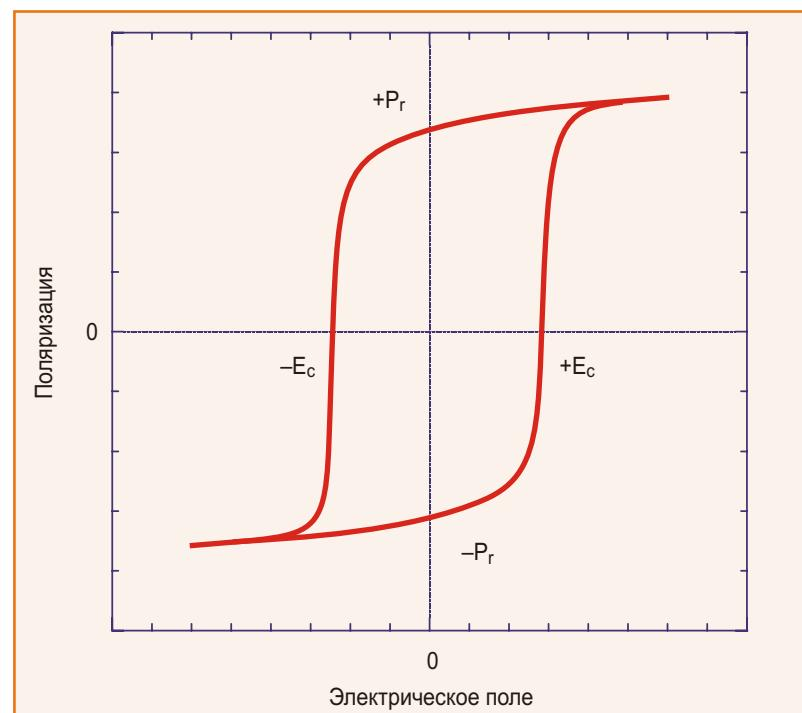
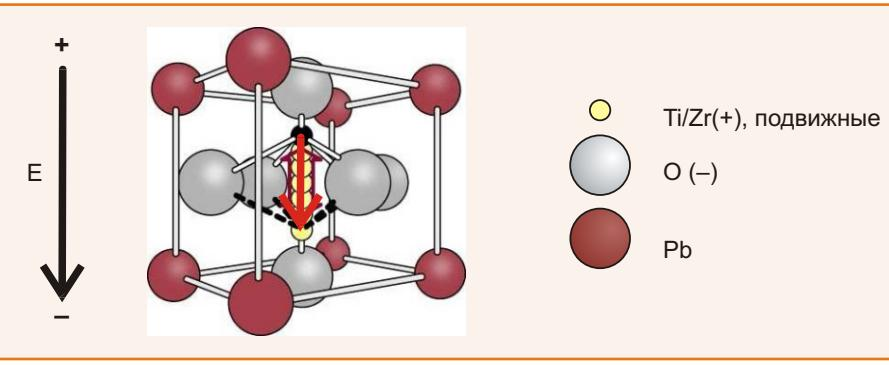

Рисунок 1. Петля гистерезиса сегнетоэлектрика.
Рисунок 2. Кристаллическая решетка цирконата-титана свинца.
Происхождение термина связано со сходством петли гистерезиса сегнетоэлектрика (Рисунок 1) с петлей магнитного гистерезиса железа. Однако, в отличие от последнего, гистерезис FRAM обусловлен электрическими диполями, образованными атомами циркония (Zr) и кислорода (O) в керамическом кристалле цирконата-титана свинца, используемом для изготовления FRAM (Рисунок 2).
Приложенное электрическое поле (E) может поляризовать материал, «передвигая» атомы циркония в кристаллической решетке. Но для перемещения атомов циркония с одной стороны атома кислорода (в нашем примере сверху) в другую (вниз), необходимо преодолеть барьер, образованный атомами кислорода (O). Таким образом, по мере увеличения напряженности поля, атомы циркония постепенно приближаются к атомам кислорода, и при определенном уровне напряженности резко смещаются вниз (Рисунок 2). Если затем поле изменит направление на противоположное, ситуация повторится относительно обратного